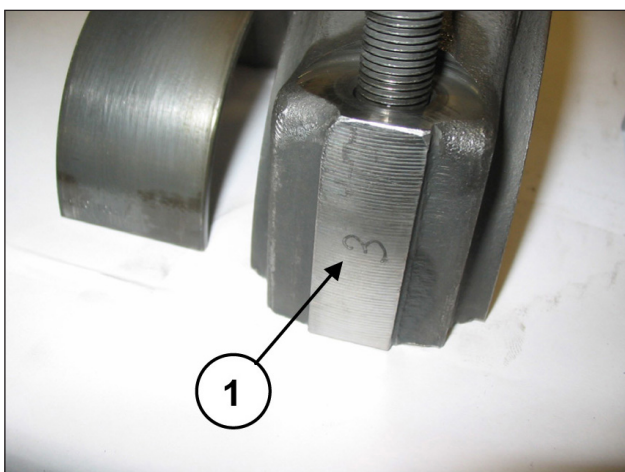

Fig. 24
Per evitare possibili errori cappelli e semibielle sono stati numerati su un lato (pos. ①, Fig. 24).